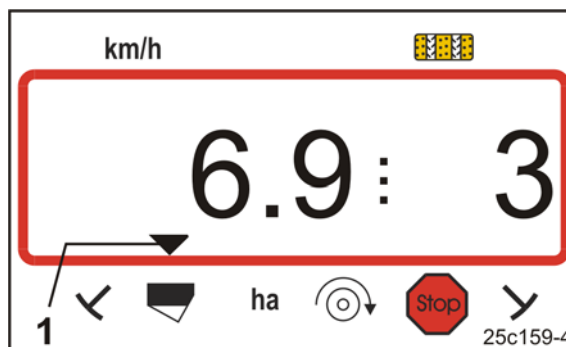

Bild 244
- visas information på manöverterminalen. T.ex. markeras kontrolltecknet för nivån i AMALOG⁺ (Bild 244/1).